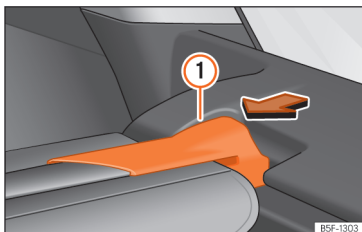

Abb. 178 Im Kofferraum: Abdeckung ausbauen.
- Drücken Sie die Aufhängung der Abdeckung »» (Abb. 178) ① in Pfeilrichtung.
- Lassen Sie die Aufhängung der Abdeckung »» (Abb. 178) ① auf der anderen Seite in der Aufnahme einrasten.